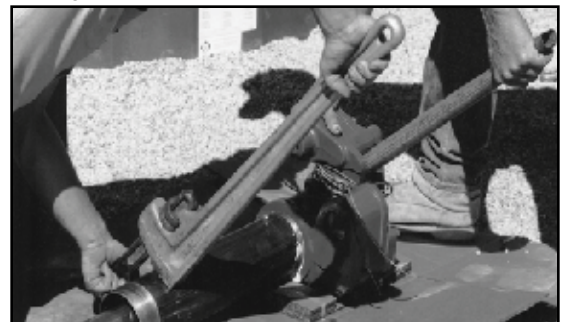

Figura 3: Acople el conducto elevador
13. Deslice el conducto elevador sobre el PMA y apriete dentro de las roscas del colector (Figura 3). El tamaño máximo del conducto elevador se determina midiendo la distancia a la rosca de montaje del tanque y restando la altura y el espacio libre del colector (se recomienda 6 pulgadas de espacio libre).